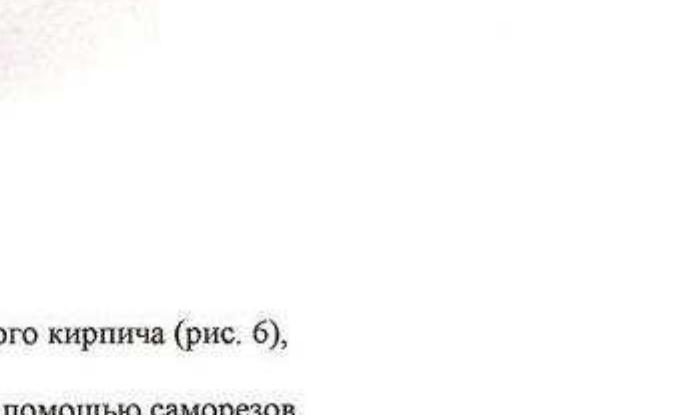

рис. 4
9. Производится монтаж армирования балки по всему периметру этажа рис. 4,